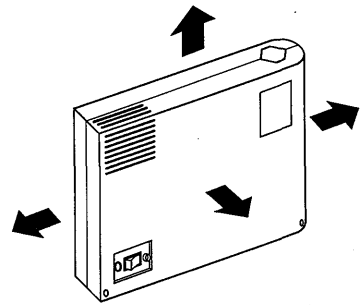

図2-1
7. 図2-1矢印で示す主装置の上、左右、手前方向に15cm以上空間を確保して設置して下さい。